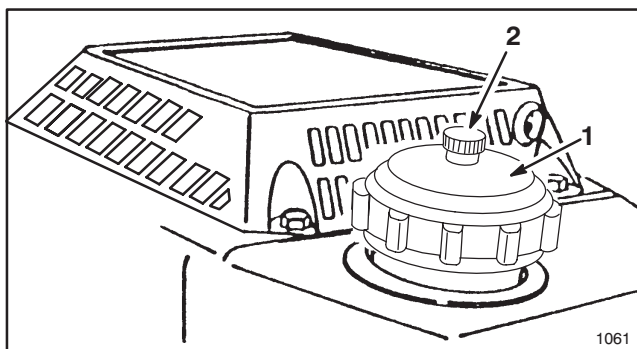

Abbildung 7
1. Den Bereich des Kraftstofftankverschlusses reinigen und Verschuß vom Tank abschrauben (Abb.7). Bei Verwendung von bleifreiem Benzin den Kraftstofftank bis 6 - 13 mm unterhalb der Tankoberkante befüllen. Kein Benzin in den Einfüllstutzen füllen und Tank nicht ganz füllen.
2. Entlüftungsschraube auf dem Tankverschuß (Abb.7) durch Drehen entgegen dem Uhrzeigersinn öffnen.